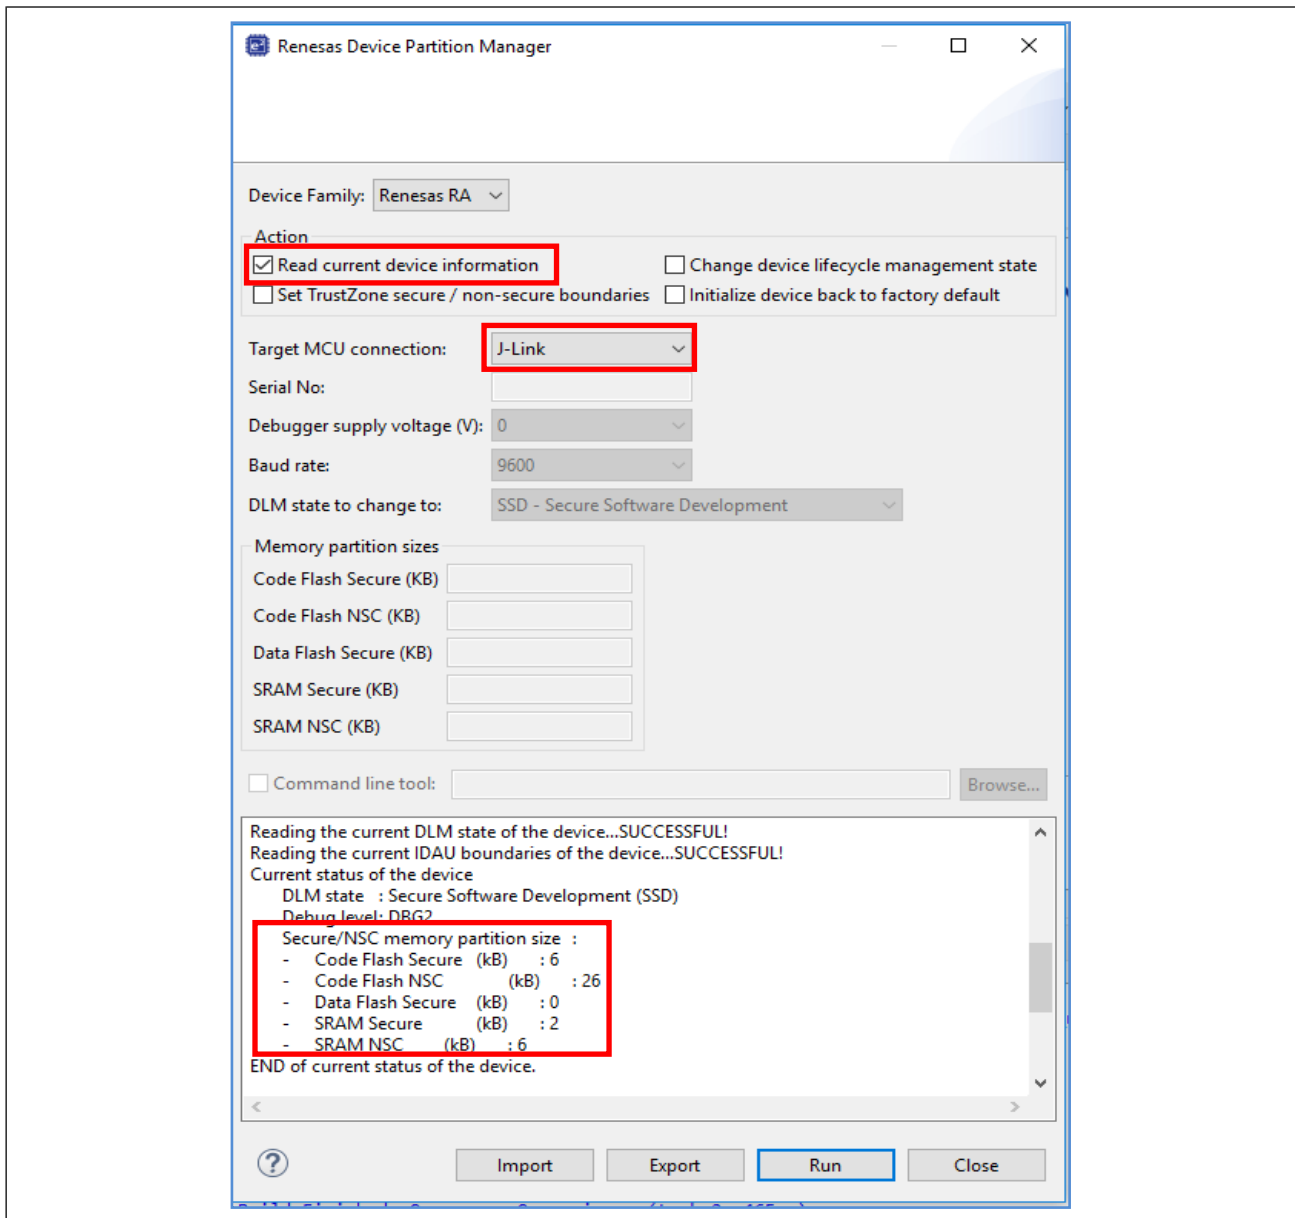

图 7. 使用“Renesas Device Partition Manager”（瑞萨器件分区管理器）读出 IDAU 区域设置
- 用户可以使用 **“Renesas Device Partition Manager”**（瑞萨器件分区管理器）读出当前为 MCU 设置的 IDAU 区域，如图 7 所示。